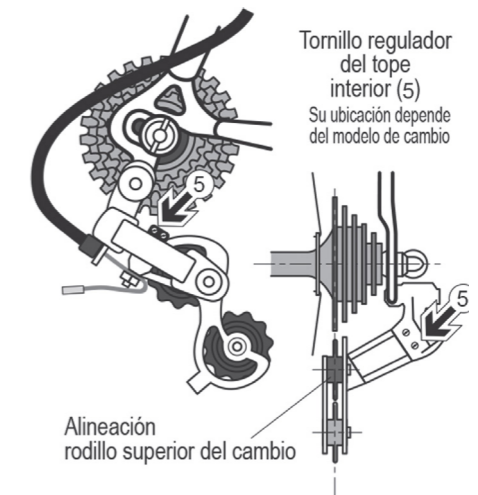

Figura 5
- C. Comprobación, al circular con la bicicleta actúe en los mandos del cambio y desviador, para asegurar que el cambio funciona correctamente con todos los platos y piñones. Si en alguna marcha la cadena cae sobre el tubo pedalier, regule el tornillo 5 de la figura 5, haciendo girar el tornillo de regulación 1/4 de vuelta en el sentido de las agujas del reloj.
2. Situar el rodillo superior del cambio en la misma línea que el piñón más grande, utilizando para ello el tornillo de regulación 5 de la figura 5.